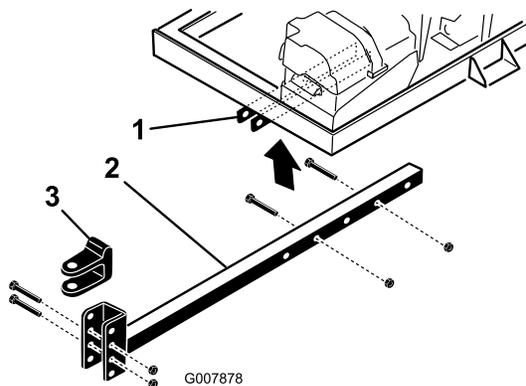

図 4
- ヒッチクレビス 図 4 をヒッチチューブに固定しているボルトとロックナットを外す。
- ヒッチチューブをフレームブラケットに固定しているボルトとナットを外す 図 4。